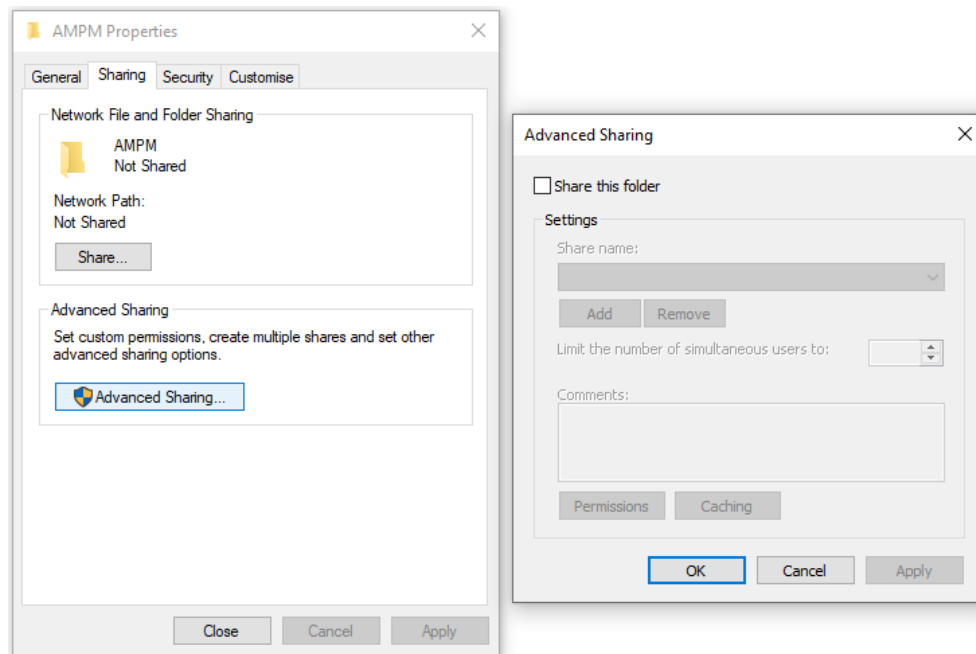

Imagen 44 Datos AMPM, clic con el botón derecho y Propiedades
1. En la carpeta AMPM, haga clic con el botón derecho y seleccione “Propiedades”. Seleccione la pestaña “Compartir” y seleccione ‘Acceso compartido avanzado’ (consulte la Imagen 44).